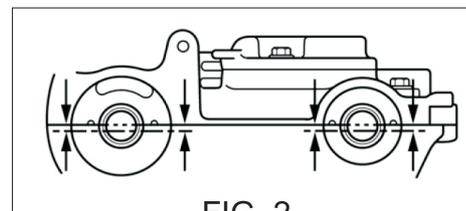

FIG. 2
- 2 Desmontar los tapones obturadores de la parte trasera de los árboles de levas y asegurarse de que las ranuras estén alineadas [FIG. 2].